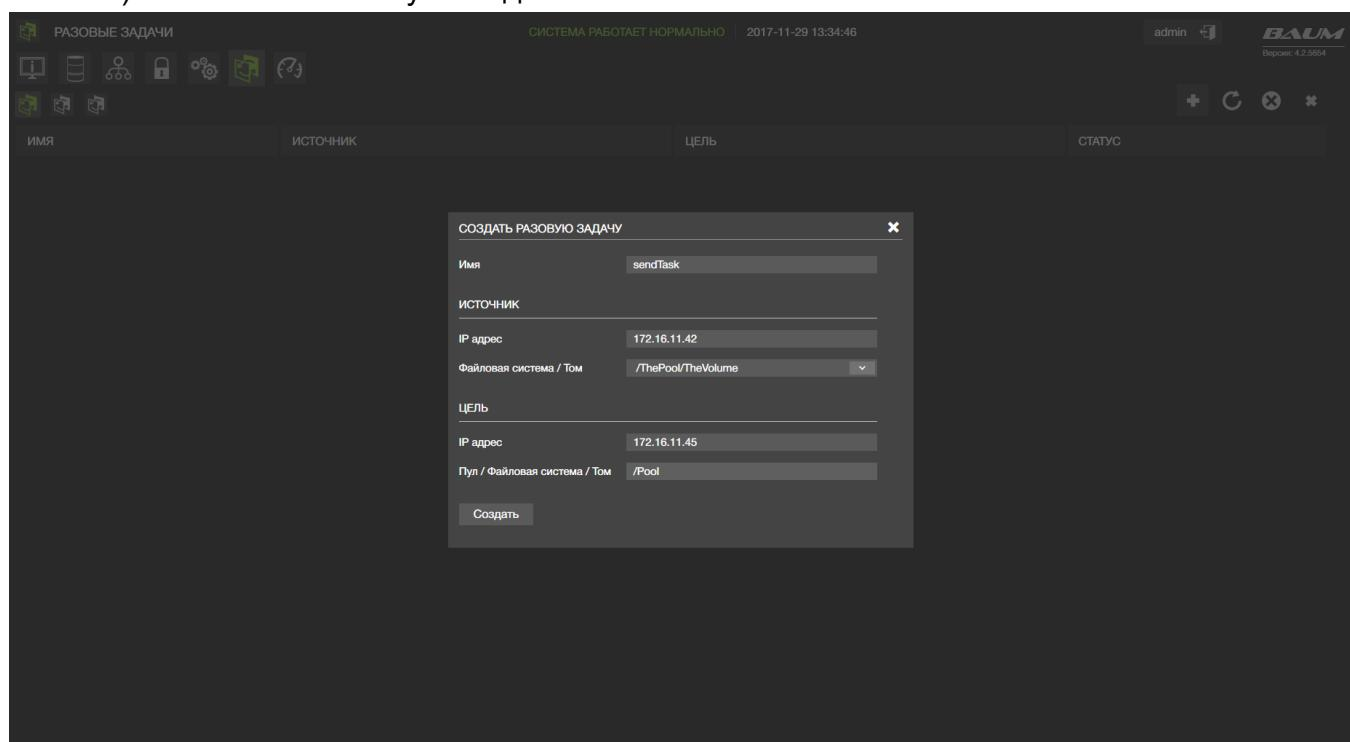

Рисунок 90 – Создание разовой задачи
- 2) Нажать на кнопку «Создать новую задачу» (см. Рисунок 90)